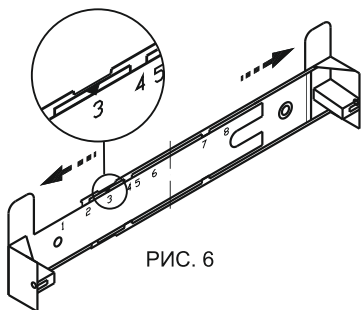

РИС. 6
6.4 Крепление кронштейна к стене (рис. 6, 7).
- прежде чем прикрепить кронштейн к стене, необходимо выставить кронштейн на нужный размер (равный ширине верхней фальштрубы) рис.6, для этого увеличьте размер кронштейна (если это необходимо), раздвинув его, и установите фиксатор напротив цифры, соответствующей Вашему зонту (см табл.3, графа N).